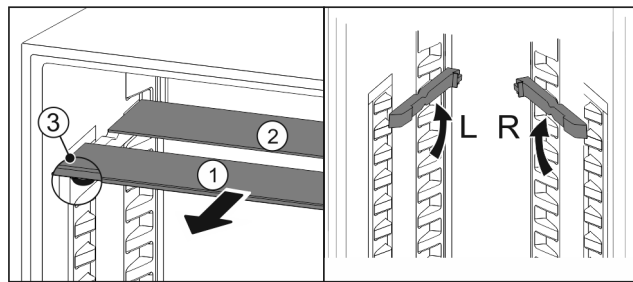

Fig. 158
- Sortir les tablettes par l'avant Fig. 158 (1).
- La tablette en verre Fig. 158 (1) avec bordure décorative est située à l'avant.
- Les butées Fig. 158 (3) sont orientées vers le bas.